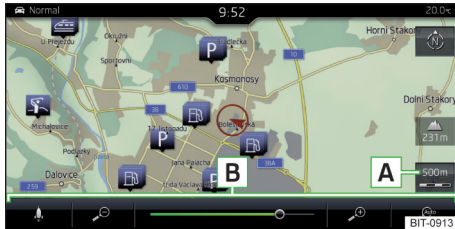
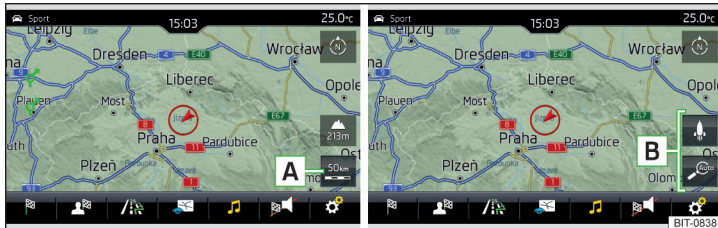

Abb. 237
Abb. 238 Funktionsflächen für die Kartenmaßstabsänderung: Infotainment Amudsen
» Die Funktionsfläche **A** » Abb. 237 bzw. » Abb. 238 antippen.
Im Bereich **B** » Abb. 237 bzw. » Abb. 238 werden Funktionsflächen für die Kartenmaßstabsänderung eingeblendet.
- » Die Funktionsfläche **A** » Abb. 237 antippen und den Schieberegler verwenden oder die Funktionsfläche  /  im Bereich **B** » Abb. 237 antippen (gilt für das Infotainment Columbus).